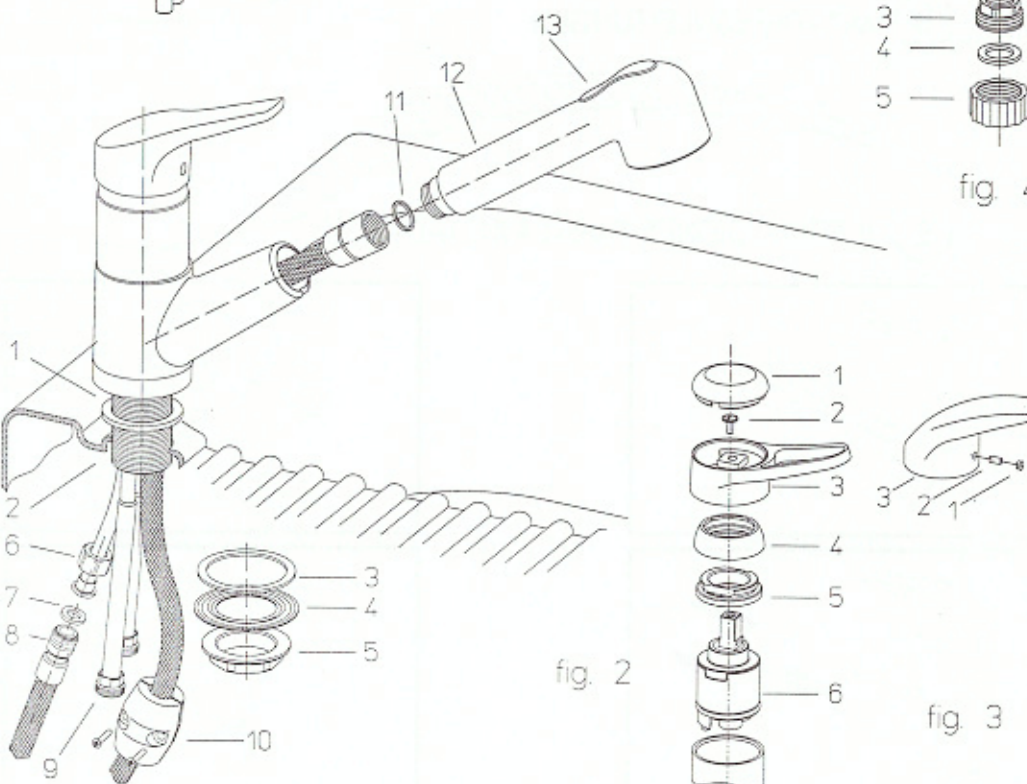
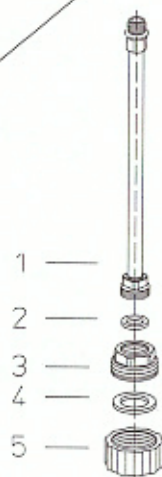

fig. 2
fig. 4
**MANUTENZIONE E CONSIGLI TECNICO PRATICI (fig. 2)**
**MAINTENANCE AND USEFUL TECHNICAL NOTES (fig. 2)**
**ENTRETIEN ET CONSEILS TECHNIQUES ET PRATIQUES (fig. 2)**
**WARTUNG UND PRAKTISCHE TECHNISCHE EMPFEHLUNGEN (fig. 2)**
Es ist angebracht, eine regelmäßige Reinigung des Perlators durchzuführen, um eine Ansammlung von Rückständen und Kalkablagerungen zu entfernen, die im Laufe der Zeit eine graduelle Leistungsverminderung verursachen. Um den Perlator zu entfernen, dreht man die Gewindehülse (3-3A) ab und reinigt den Filter unter laufendem Wasser und/oder taucht ihn darin ein, um den Kalk zu lösen. Den Perlator (Fig. 2) unter umgekehrter Vorgangsweise wieder anbringen, wobei man sich vergewissern muß, daß die Dichtung (1-1A) korrekt angebracht ist.
**MANUTENCION Y CONSEJOS TECNICO-PRATICOS (fig. 2)**
I nostri miscelatori hanno un funzionamento ottimale se sono soddisfatte le seguenti esigenze: Pressione di esercizio (1-5 bar) temperatura max (80°C). Qualora fosse presente nell'impianto una pressione superiore a 6 bar è consigliabile installare un riduttore di pressione. Se l'impianto ha i requisiti richiesti si può procedere all'installazione: Premontare sul corpo i perni filettati (2) e i tubetti di alimentazione (6). Collocare la guarnizione (1) nell'apposito alloggiamento. Inserire il monocomando nel foro livello, infilare sui perni (2) la guarnizione sagomata (3) e la flangia (4) quindi serrare il rubinetto con i dadi (5). Collegare il tubetto di alimentazione (6) sinistro con l'erogazione dell'acqua calda, quello destro con l'erogazione dell'acqua fredda. (Si consiglia l'utilizzo di rubinetti di arresto con filtro). Se il rubinetto fosse dotato dell'uscita per lavastoviglie (fig. 4) premontare il tubo rame (1) e dopo aver fissato il rubinetto al livello collegare il raccordo (3) con la guarnizione (2). Qualora non si volesse usufruire dell'uscita lavastoviglie applicare la guarnizione (4) e il tappo (5) al raccordo (3). Per i miscelatori con doccia estraibile (fig. 2) avvitare al raccordo conico del tubo flessibile (8) la doccetta interponendo la guarnizione (11). Introdurre il flessibile dall'alto verso il corpo del rubinetto e infilare il tutto nel foro livello (posizionare la guarnizione (1) tra rubinetto e piano livello). Infilare sul gambo filettato la guarnizione (3) la flangia (4) e serrare con il dado (5). Collegare il tubo flessibile (8) all'uscita del rubinetto mediante la calotta (6) posizionando la guarnizione (7). Fissare il contrappeso (10) con le apposite viti. Per consentire la fuoriuscita di eventuali residui del corpo rubinetto o dalle tubature, smontare l'aeratore svitando la ghiera (9). Aprire l'alimentazione e verificare il corretto funzionamento del miscelatore (compreso il commutatore di getto dell'eventuale doccia agendo sul pulsante (13), nonché la perfetta tenuta di tutte le sue parti. Rimontare l'aeratore, assicurandosi di collocare correttamente la guarnizione (7).
Our mixers assure optimal operation only if the following conditions are met. Working pressure (1-5 bar). Max. temperature (80°C). In case the hydraulic system has a pressure exceeding 6 bar, it is recommended to install a pressure reducer. If the system meets the required specifications, it is possible to go on with the installation. Pre-assembly on the body the threaded pins (2) and the tails (5). Insert the seals in the proper seat. Place the single lever mixer into the sink hole, place the shaped washer (3) on the threaded pins (2) and the flange (4). Then fix the mixer by means of nuts (5). Connect the hot water supply to the left pipe (6) and the cold water supply (it is recommended to use stop-cocks provided with filters). In case the mixer is provided with connection for dish washer (fig. 4), pre-assembly the copper pipe (1) and, after fixing the mixer to the sink, connect nut (3) with washer (2). In case the dish washer connection is not to be used, mount washer (4) and plug (5) on the nut (3). In case of mixers provided with extractable shower, (fig. 2) screw the shower on the conical nut of the flex (8), interposing washer (11). Insert the flex into the mixer body from height, then the whole assembly into the sink hole (place washer (1) between tap and sink plane). Place on the threaded shank (3), the flange (4) and tighten nut (5). Connect the flex (8) to the mixer pipe by means of nut (6), placing washer (7) between them. Fix the balance weight (10) with proper screws. In order to drain eventual residues from inside the pipes, take off the aerator unscrewing ring nut (9). Let the water flow for some seconds and check the correct operation of the mixer (and of the diverter of the eventual shower by means of button (13), as well as the perfect sealing of all the parts. Place back the aerator, making sure to place the washer properly (7).
Nos mélangeurs fonctionnent bien si on satisfait les exigences suivantes: Pression d'exercice (1-5 bars), Température max. (80°C). S'il y a dans l'installation une pression supérieure à 6 bars, nous conseillons d'installer un réducteur de pression. Si l'installation a les qualités requises, on peut procéder à l'installation. Pré-montage d'abord au corps les tiges filetées (2) et les tuyaux d'alimentation (6). Mettre le joint (1) à sa place, introduire le mélangeur dans le trou de l'évier, aboucher sur les tiges filetées (2) le joint façonné (3) et la bride (4), ensuite serrer le mélangeur avec les écrous (5). Raccorder le tuyau d'alimentation gauche (6) avec la distribution de l'eau chaude et le tuyau d'alimentation droit avec la distribution d'eau froide. (Nous conseillons l'utilisation de robinets d'arrêts avec des filtres). Si le mélangeur est muni d'une sortie pour le lave-vaisselle (fig. 4), il faut monter d'abord un tuyau en cuivre (1) et après avoir fixé le mélangeur à l'évier, il faut monter le mélangeur (3) au joint (2). Si on ne veut pas profiter de la sortie du lave-vaisselle, il faut appliquer le joint (4) et le bouchon (5) au raccord (3). Pour les mélangeurs avec douchette (fig. 2), il faut visser la douchette au raccord conique du tube flexible (8) en interposant le joint (11). Introduire le flexible du haut vers le corps du mélangeur et positionner le mélangeur dans le trou de l'évier. (Positionner le joint (1) entre le mélangeur et le plan de l'évier). Aboucher sur le bout fileté le joint (3), la bride (4) et serrer avec l'écrou (5). Raccorder le tuyau de flexible (8) à la sortie du mélangeur au moyen de l'écrou (6). Positionner le joint (7). Fixer le contrepois (10) avec ses vis. Pour consentir la sortie d'éventuels résidus du corps du mélangeur ou des tuyauteries, il faut démonter l'aérateur en dévissant le collier (9). Ouvrir l'alimentation et vérifier le fonctionnement correct du mélangeur (y compris l'inverseur de la douchette en poussant sur le bouton (13) pour la parfaite étanchéité de toutes ses parties. Remonter l'aérateur et s'assurer que le joint soit placé correctement (7).
Unsere Mischbatterien haben eine optimale Funktionstätigkeit, wenn die folgenden Anforderungen erfüllt sind: Betriebsdruck (1-5 bar) Temperatur max. (80°C). Sollte in der Anlage ein Druck von mehr als 6 bar vorliegen, ist es ratsam einen Druckreduzierer zu installieren. Wenn die Anlage die geforderten Eigenschaften erfüllt, kann man mit der Installation beginnen: Die Gewindezapfen (2) und Anschlussrohre (6) auf dem Körper vormontieren. Die Dichtung (1) in den dafür vorgesehenen Sitz einlegen. Die Einhebelmischer in die Lochung des Waschbeckens einführen, die geförmte Dichtung (3) und den Flansch (4) auf den Gewindezapfen (2) anbringen, anschließend den Mischer mit den Muttern (5) anziehen. Das linke Anschlussrohr (6) mit dem Warmwasserauslauf verbinden, das rechte Anschlussrohr des Kaltwasserauslauf. (Man empfiehlt die Verwendung von Abstellhähnen mit Filter). Wenn den Mischer mit einem Ausgang für Geschirrspülmaschinen (Fig. 2) versehen ist, das Messingrohr (1) vormontieren und nachdem man den Mischer am Waschbecken fixiert hat, das Kugelgelenk (3) mit der Dichtung (2) verbinden. Sollte man den Anschluß für die Geschirrspülmaschine nicht benutzen wollen, muß man die Dichtung (4) mit dem Verschluß (5) am Kugelgelenk (3) anbringen. Bei den Mischern mit ausziehbaren Brause (Fig. 2), wird am konischen Anschluß des Metallschlauches (8) der Brause mit der dazwischen gelegten Dichtung (11) angeschraubt. Den Metallschlauch von oben in Richtung Mischkörper einführen und das Ganze in die Waschbeckenebene einfügen. Die Dichtung (3) und den Flansch (4) auf dem Gewindefschaff anbringen und mit der Mutter (5) festziehen. Den Metallschlauch (8) am Ausgang des Mischers mit der Kalotte (6) verbinden, wobei man die Dichtung (7) positioniert. Das Gegengewicht (10) mit der dafür vorgesehenen Schrauben fixieren. Um das Austreten von eventuellen Rückständen aus dem Mischkörper oder den Leitungen zu ermöglichen, entfernt man den Perlator, in dem man die Gewindehülse (9) dreht. Die Versorgung öffnen und die korrekte Funktionstätigkeit der Mischbatterie kontrollieren (einschließlich der Wasserstrahlumschalter der eventuell vorhandene Dusche, indem man den Druckknopf (13) betätigt, sowie auch die Dichtigkeit all seiner Teile). Den Perlator wieder anbringen, wobei man sich vergewissern muß, daß die Dichtung (7) korrekt angebracht ist.
Nuestros mezcladores tienen un funcionamiento óptimo si se cumplen los siguientes requisitos: Presión de ejercicio (1-5 bares) Temperatura máxima (80°C). Si en la planta está presente una presión superior a los 6 bares es aconsejable instalar un reductor de presión. Si la planta tiene estos requisitos se puede efectuar la instalación. Montar previamente sobre el cuerpo los pernos enroscados (2), la tubería de alimentación (6). Colocan el empaque (1) en su asiento correspondiente. Introduzcan los monocomandos en el hueco fregadero, introduzcan sobre los pernos (2) el empaque moldurado (3) y la brida (4). Cierren entonces el grifo con las tuercas (5). Conectan el tubo de alimentación (6) izquierdo a la erogación del agua caliente, el derecho a la erogación del agua fría. (nos aconsejamos la utilización de válvulas de cierre con filtro). Si el grifo está equipado de una salida para el lavavajillas (fig. 4) monten previamente el tubo de cobre (1) y tras haber fijado el grifo al fregadero, conecten el racor (3) al empaque (2). Si no quieren utilizar la salida del lavavajillas apliquen el empaque (4) y el tapón (5) a la conexión (3). Para los mezcladores con ducha estraible (fig. 2) atomillen la conexión cónica del tubo flexible (8) la ducha, poniendo entre ellos el empaque (11) introduzcan el flexible de arriba hacia abajo hacia el cuerpo del grifo e introduzcan todo en el hueco del fregadero (coloquen el empaque (1) entre el grifo y el llano del fregadero). Introduzcan sobre la varilla enroscada el empaque (3), la brida (4) y cierren con la tuerca (5). Para permitir la salida de eventuales residuos del cuerpo del grifo o de las tuberías desmonten el regulador de flujo, desmontando la vitola (9). Abran la alimentación y verifiquen el funcionamiento correcto del mezclador (incluido el del commutador de flujo de la ducha eventual, accionando el botón (13) y el cierre perfecto de todas sus partes). Vuelvan a montar el regulador de flujo, asegurándose que hayan colocado bien el empaque (7).